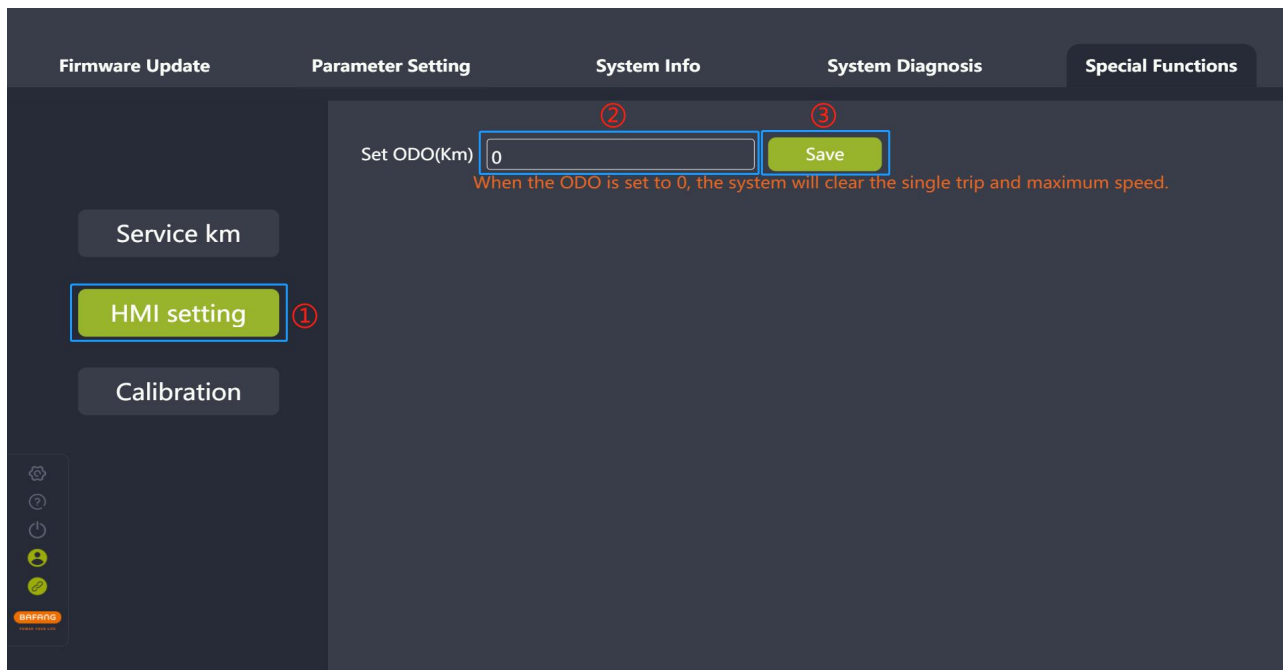

图 8-4 设置总里程
- (1) 将 BESST 工具箱连接仪表, 选中 “仪表设置” 模块;
- (2) 在 “设置总里程 (km)” 输入框中输入要设置仪表的总里程 (ODO), 设置总里程数值区间为 0-9999 的整数;
- (3) 点击 “保存” 按钮 (如图 8-4)。